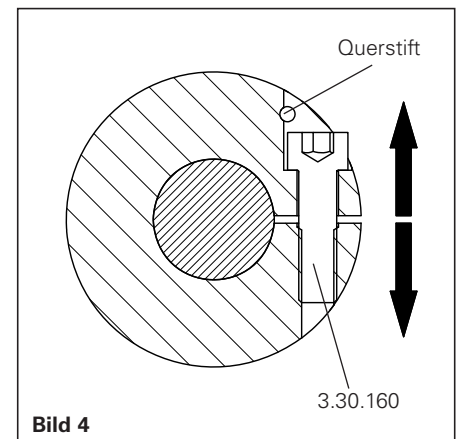

Bild 4
- Sofern Motorwelle nicht einführbar Klemmschraube (3.30.160) ca. eine viertel Umdrehung gegen Querstift aufdrehen, damit sich die Nabe weitert (siehe Bild 4).